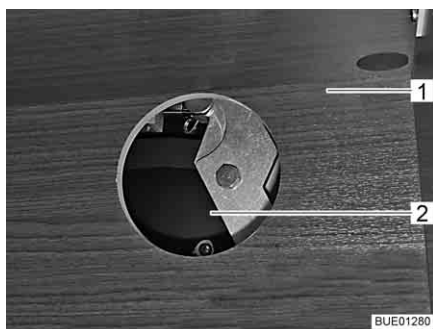

Bild 102 Åtkomst till drivenheten
- Öppna, beroende på modell, luckan på hängskåpet (Bild 102,1) och dra bort locket från åtkomstöppningen (Bild 102,2).